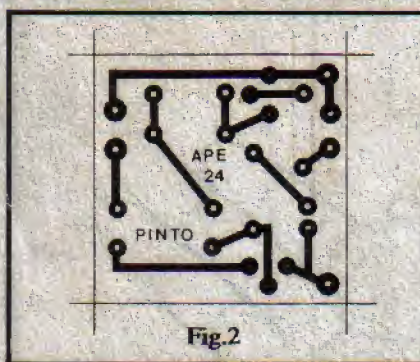

Fig.2
- FIG.2 - Plaquinha específica de Circuito Impresso para a montagem do PINTO. É pequenina, fácil de realizar, usando-se qualquer das técnicas convencionais (tinta ácido-resistiva, decalques, etc.). O Leitor/Hobbysta que preferir adquirir o PINTO em KIT, receberá a tal plaquinha já pronta, "fugindo" do trabalho prévio de confecção. Lembramos porém que, em qualquer caso (principalmente se o hobbysta estiver dando seus primeiros passos na Eletrônica...) as INSTRUÇÕES